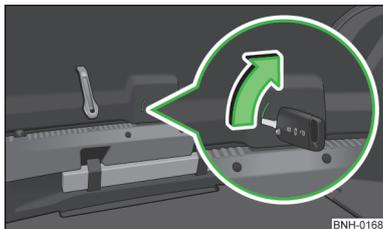

Fig. 161
- Introducir la llave del vehículo hasta el tope en la ranura del revestimiento » fig. 161.